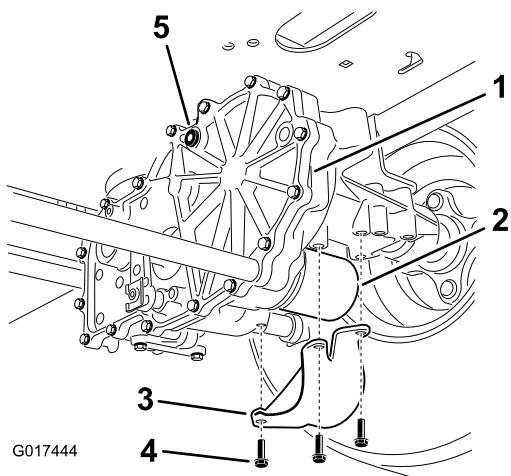

Bild 71
2. Ermitteln Sie den Filter und die Schutzvorrichtungen an jedem Getriebe (Bild 71). Entfernen Sie die drei Schrauben, mit denen die Filterschutzvorrichtung und die Schutzvorrichtung befestigt sind.